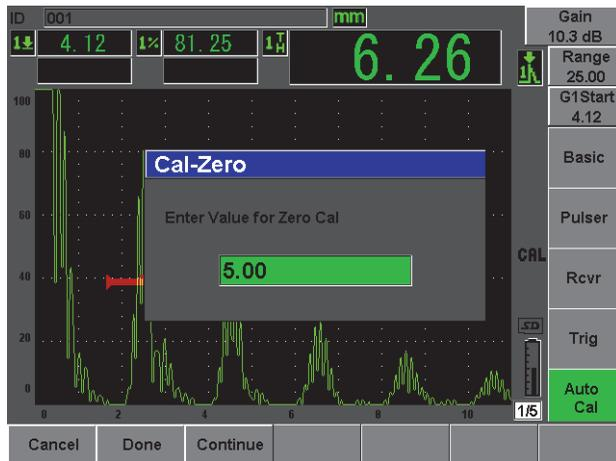

Рис. 2-14 Значение Cal-Zero (Калибровка нуля)
5. Нажмите **Cal-Zero** (см. Рис. 2-14 на стр. 51).